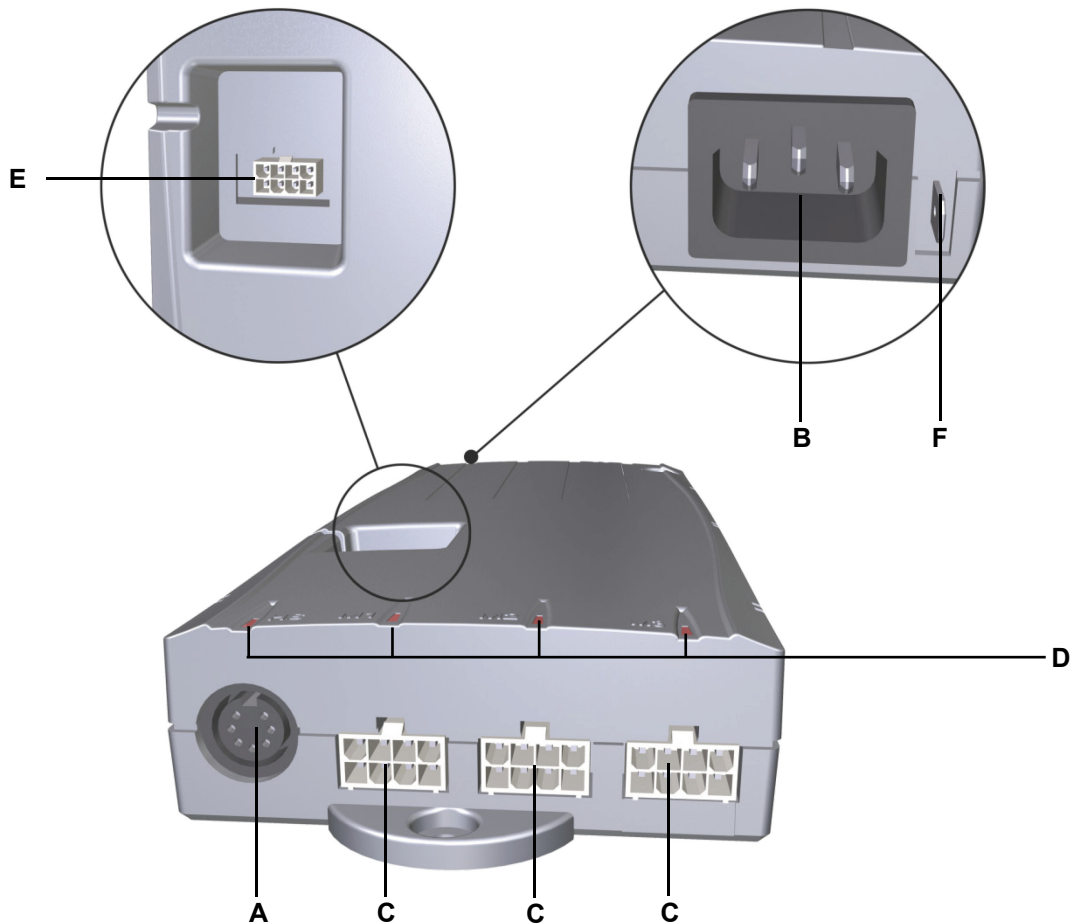

Abbildung 40 Anschlüsse an der Steuerung COMPACT
- 6 Verbinden Sie die Verbindungsleitung des Prozessors mit der Steuerung COMPACT (siehe Abbildung 40).